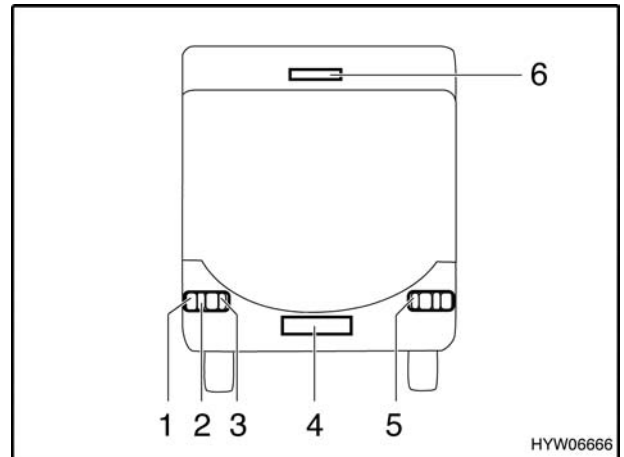

Bild 172 Beleuchtung Heck (B-Classic, Camp Classic, Tramp Classic)
- Gehäuseschrauben (Bild 172,1 bis 5) lösen.
Die dritte Bremsleuchte (Bild 172,6) nur komplett austauschen.